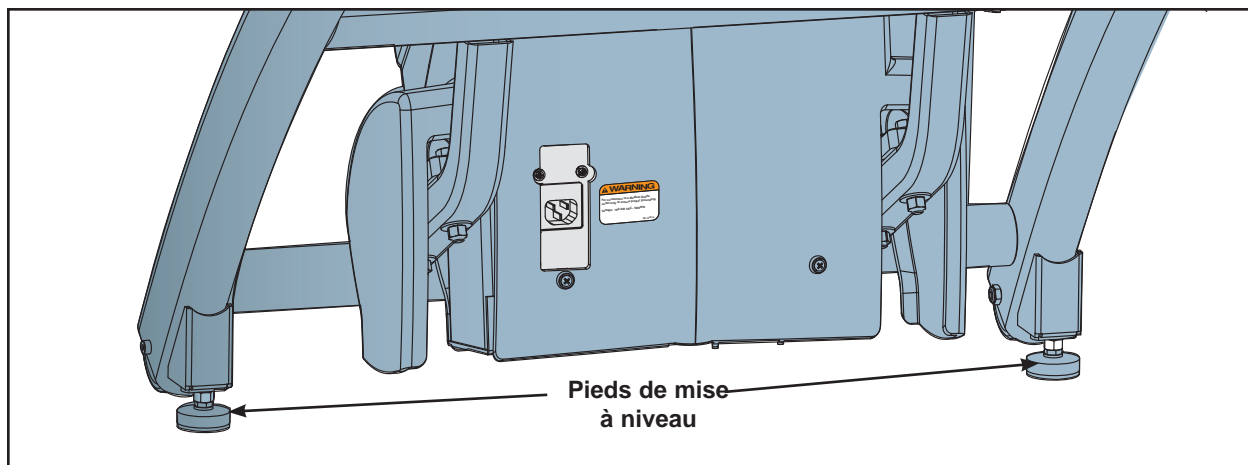

Figure 15
- A. Assurez-vous que l'appareil est posé sur une surface plane. Sinon, utilisez une clé à fourche de 9/16 po pour ajuster la hauteur des pieds de mise à niveau vers le haut ou vers le bas. Reportez-vous à la figure 15.